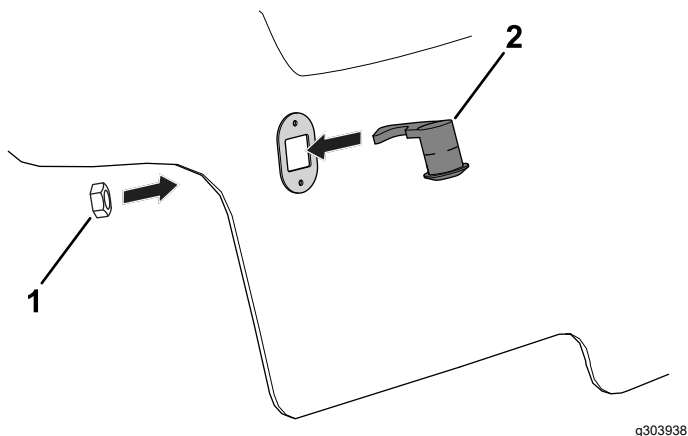

Figura 5
7. Inserite il fermo della chiave nel cofano (Figura 5).
8. Utilizzate il controdado rimosso in precedenza (Figura 5) per fissare il fermo della chiave al cofano.